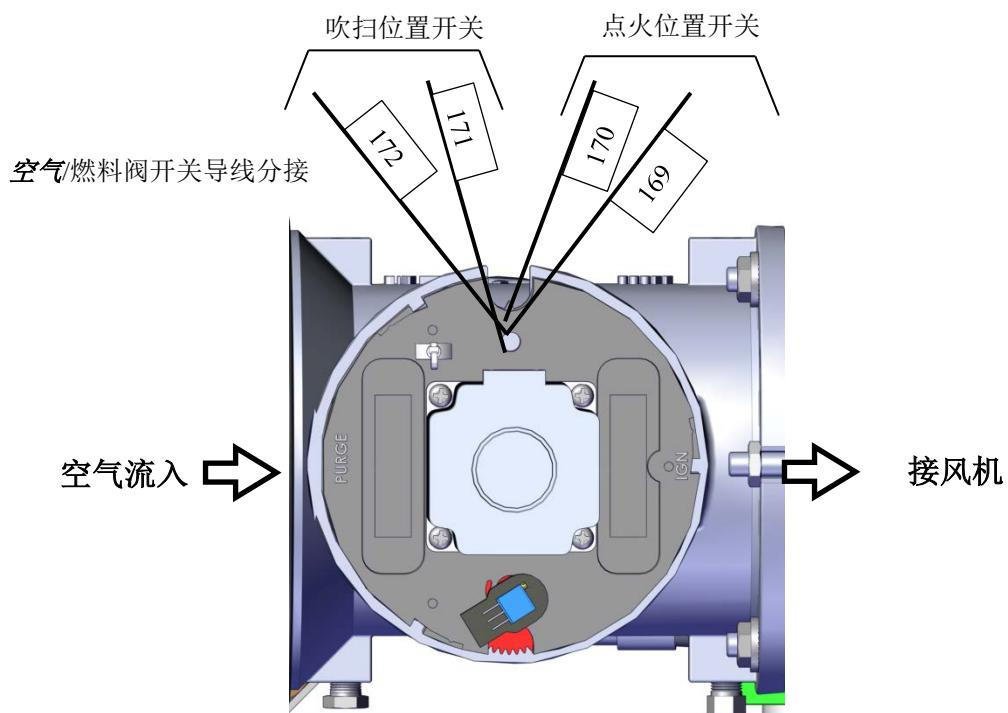

图 6-7：空气/燃料阀吹扫和点火开关位置
4. 从吹扫开关拆下两根导线中的一根 (#171 或 #172)（图 6-7）。
4. 从点火开关拆下二根导线 #169 或 #170（参见图 6-7）中的一根。